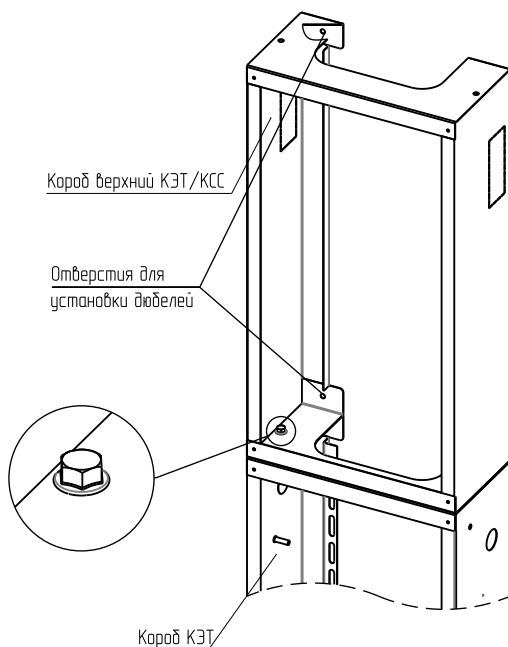

Рисунок 3
3.2 Установите корпус верхний КЭТ/КСС на корпус КЭТ с помощью двух болтов фланцевых М6×14 и гаек М6 с фланцем (рисунок 3). Болтовое соединение согласно приложению 1.